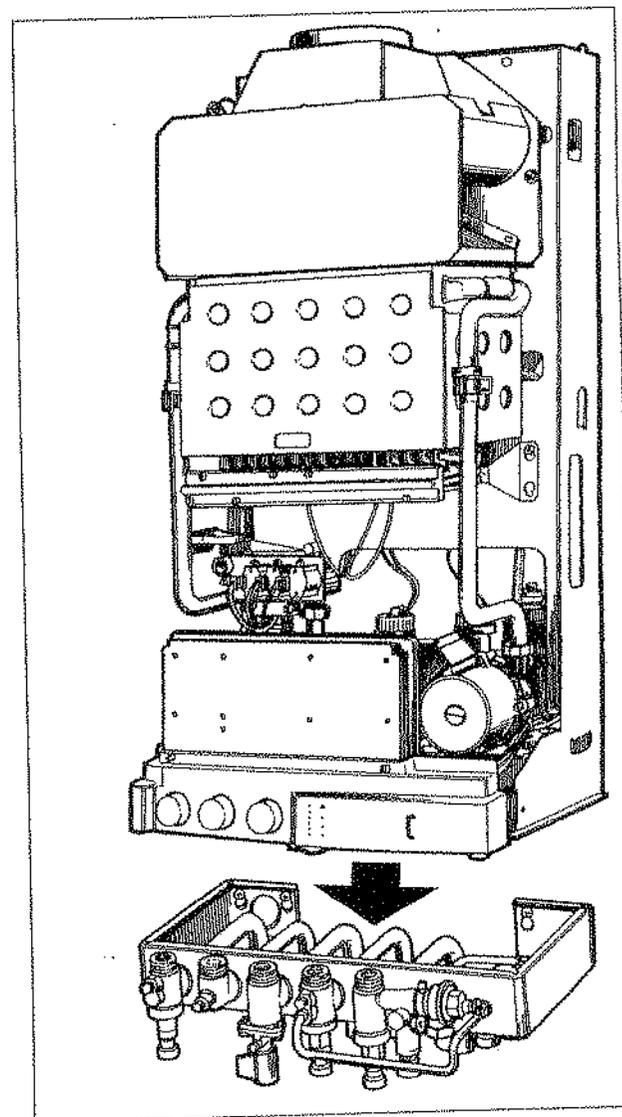

Fig. 10
- Présenter la chaudière au dessus de la barrette, la laisser descendre en appui sur celle-ci (fig. 10).
- Mettre en place les différents joints, "G" (caoutchouc) sur le gaz, plus le filtre eau "F" sur l'eau froide, et serrer les raccords des tubes de liaison en commençant par le tube gaz (fig. 10 a).
Fig.10 a